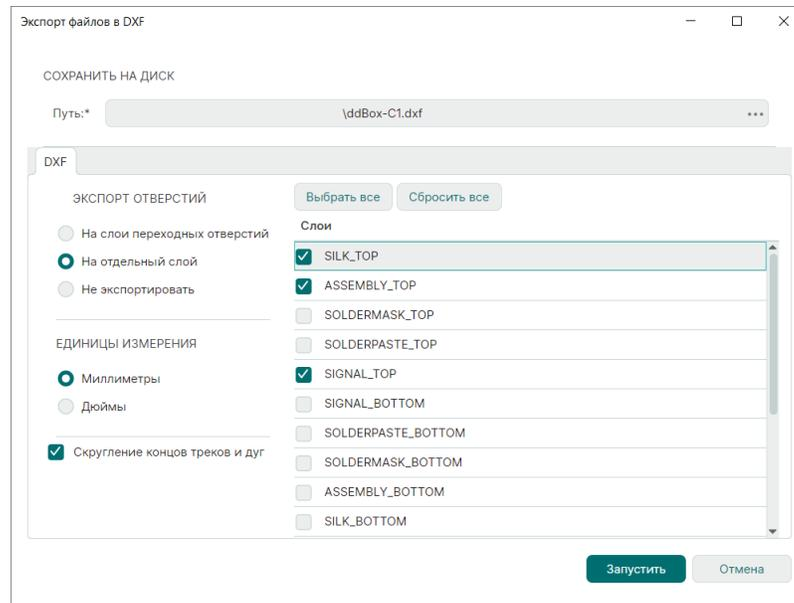

Рис. 135 Выбор слоев для экспорта в формате DXF
3. Выберите слои необходимые для экспорта с помощью установки флагов, см. Рис. 135.